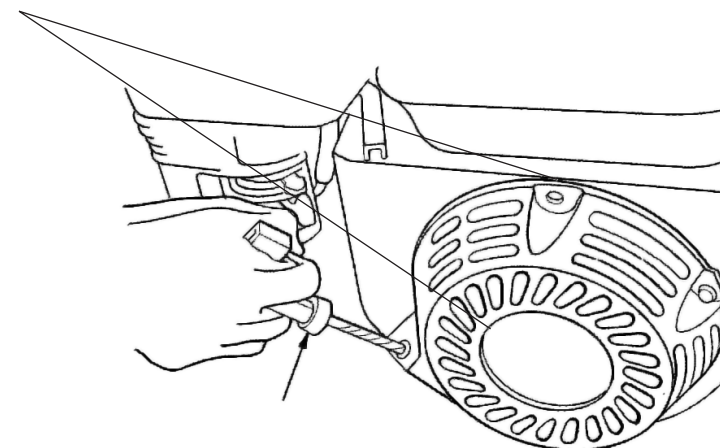

Рис. 15
- Потяните за рукоятку стартера до тех пор, пока Вы не почувствуете сопротивление. Продолжайте тянуть рукоятку стартера до тех пор, пока отметка на шкиве стартера не совпадет с отверстием на кожухе стартера. В этом положении впускной и выпускной клапан двигателя закрыты. Таким образом, Вы предохраните двигатель от внутренней коррозии (рис. 15).